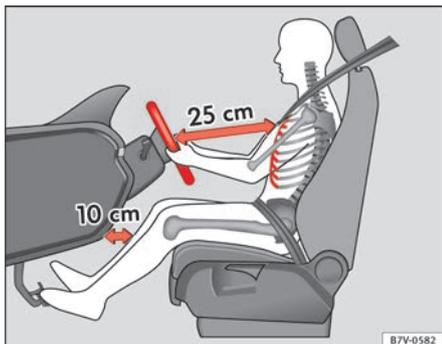
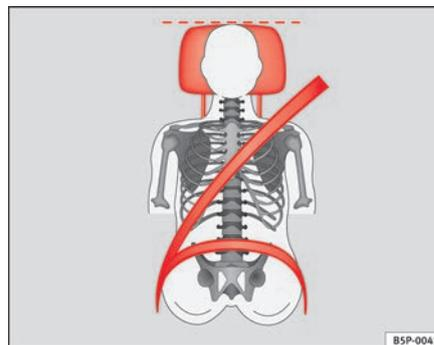

Abb. 1 Der richtige Abstand des Fahrers zum Lenkrad muss mindestens 25 cm (10 inch) betragen.
Abb. 2 Richtiger Gurtbandverlauf und richtige Kopfstützeinstellung.
- Kopfstütze so einstellen, dass die Oberkante der Kopfstütze sich möglichst auf einer Linie mit dem oberen Teil des Kopfs – jedoch nicht niedriger als Augenhöhe – befindet. Hinterkopf stets so nah wie möglich an der Kopfstütze positionieren ⇒ Abb. 1 und ⇒ Abb. 2.
- Lenkrad so einstellen, dass der Abstand zwischen Lenkrad und Brustbein mindestens 25 cm (10 inch) beträgt ⇒ Abb. 1 und das Lenkrad mit beiden Händen und leicht gebeugten Armen seitlich am äußeren Rand festgehalten werden kann.
- Fahrersitz in Längsrichtung so einstellen, dass die Pedale mit leicht angewinkelten Beinen durchgetreten werden können und der Abstand zur Instrumententafel im Kniebereich mindestens 10 cm (4 inch) beträgt ⇒ Abb. 1.